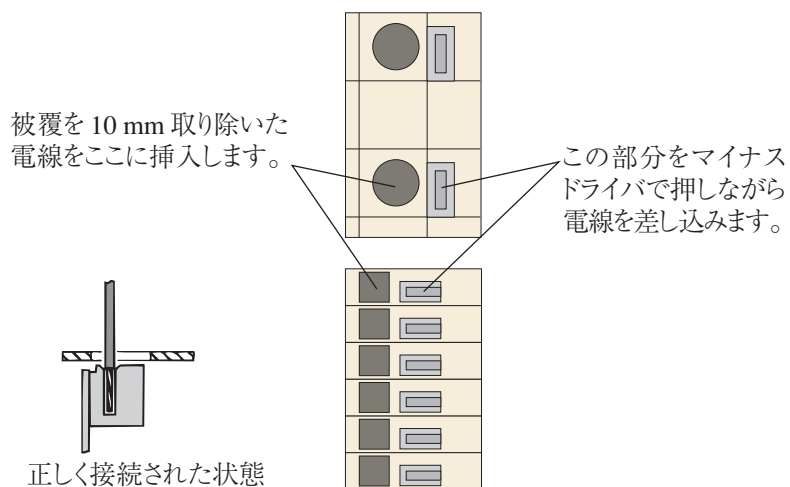

図 4-2 J1 および J2 端子台への接続
3. 図 4-2 に示したように、端子台へ電線を挿入します。